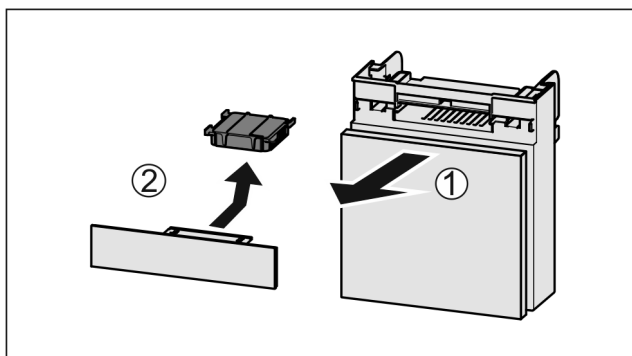

Fig. 103
- ▶ Wyciągnąć Fig. 103 (1) komorę do przodu.
- ▶ Wyjąć Fig. 103 (2) filtr z węglem aktywowanym.